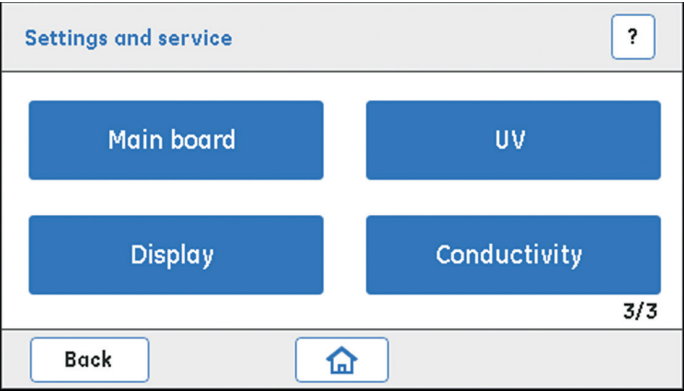

图 8. ÄKTA start 有多种设置和服务选项，可从显示屏轻松访问。帮助按钮 [?] 为当前活动页面提供指导
a) 快速启动 (Quick start): “即开即用”的方法模板可基于亲和层析 (AC)、离子交换层析 (IEX)、凝胶过滤 (GF) 和脱盐 (DS) 技术纯化常规蛋白。表 1 中提供了应用示例。方法内已经对层析柱体积、流速、平衡、洗脱模式和收集体积等运行参数进行了预设。用户只需输入进样体积，并确保系统连接了 U 盘即可。使用快速启动方法时，样品通过泵来进样。
4) 设置和服务 (Settings and Service)：用于配置、校准、故障排除以及诊断 ÄKTA start 的各个组件 (图 8)。对于列出的部件，可以使用重要的诊断测试、校准设置和自维护程序。